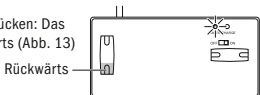

Abb. 13
2. Rückwärts-Taste drücken: Das U-Boot taucht rückwärts (Abb. 13)
2. Press backward button: The Submarine will surface backwards (fig. 13)